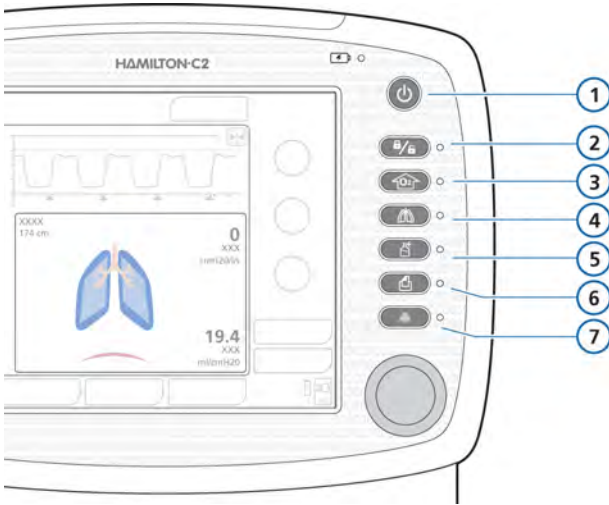

Figura 9-1. Teclas de funciones especiales
- ▶ Pulse y suelte la tecla **Respiración manual** (figura 9-1) durante la espiración.